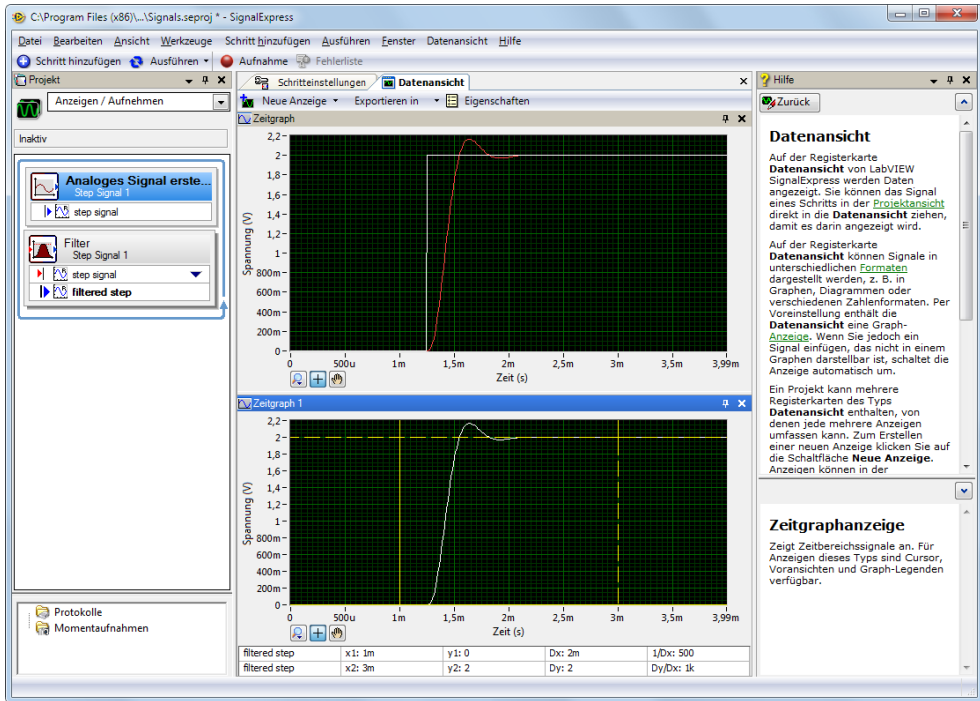

Abbildung 3-1. Signals.seproj
6. Klicken Sie die neue Anzeige mit der rechten Maustaste an und wählen Sie aus dem Kontextmenü die Option **Sichtbare Objekte»Cursor** aus, so dass zwei interaktive Cursor eingeblendet werden (vgl. Abbildung 3-1).